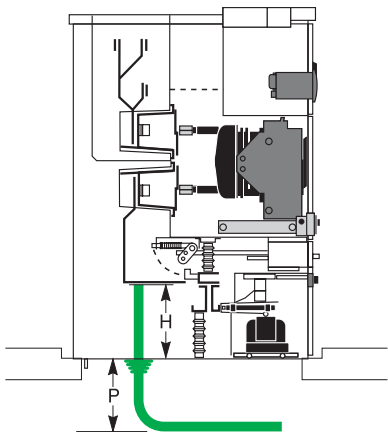

Figura 1
(1) Para a instalação com TC tipo MT com núcleo balanceado, usar um TC tipo MT com núcleo balanceado tipo ARC3 no caso de conexão com 2 cabos.
- b Para determinar a profundidade **P** da canaleta de um painel, deverão ser considerados o cubículo e os cabos que demandem profundidade máxima (figura 1).